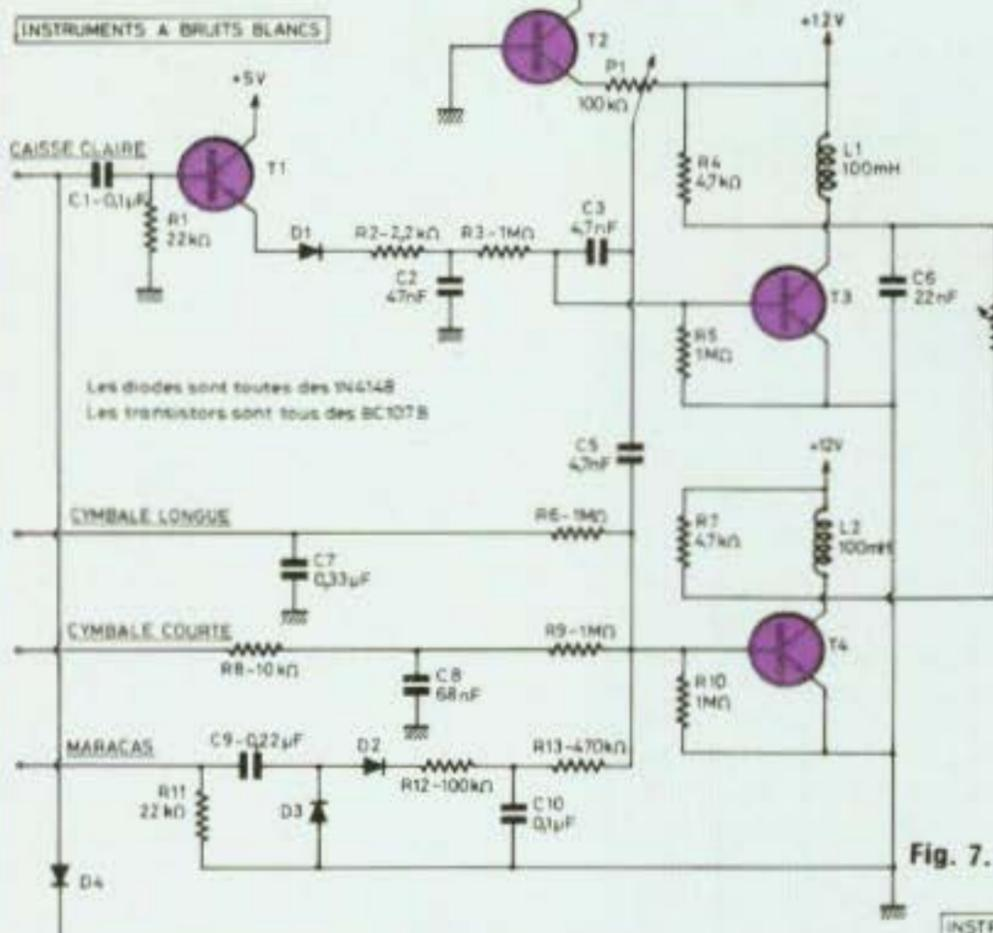

Fig. 7.
b) Deuxième groupe d'instruments (fig. 7)